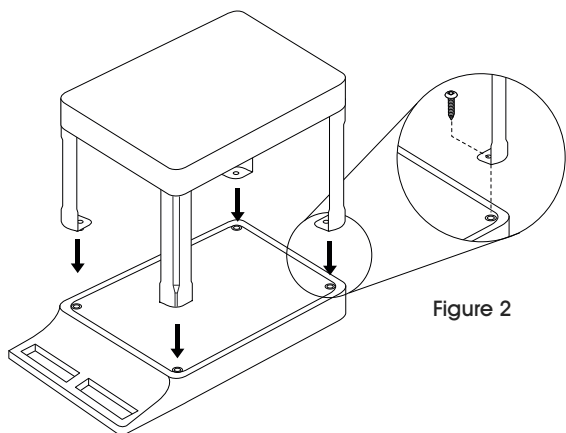

Figure 2
2. Retournez la tablette inférieure et vissez les pieds dans le dessous de la tablette supérieure avec quatre vis. (Voir Figure 2)